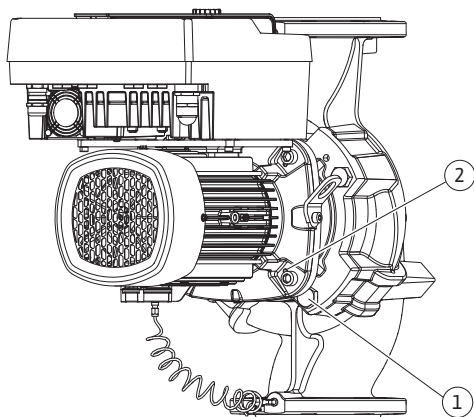

Fig. 101: Wypchnięcie głowicy silnika przez gwintowane otwory (DN 100 ... DN 125)
22. Zdjąć głowicę silnika z korpusu pompy. W tym celu należy wykorzystać dwa gwintowane otwory (patrz Fig. 101, poz. 1).